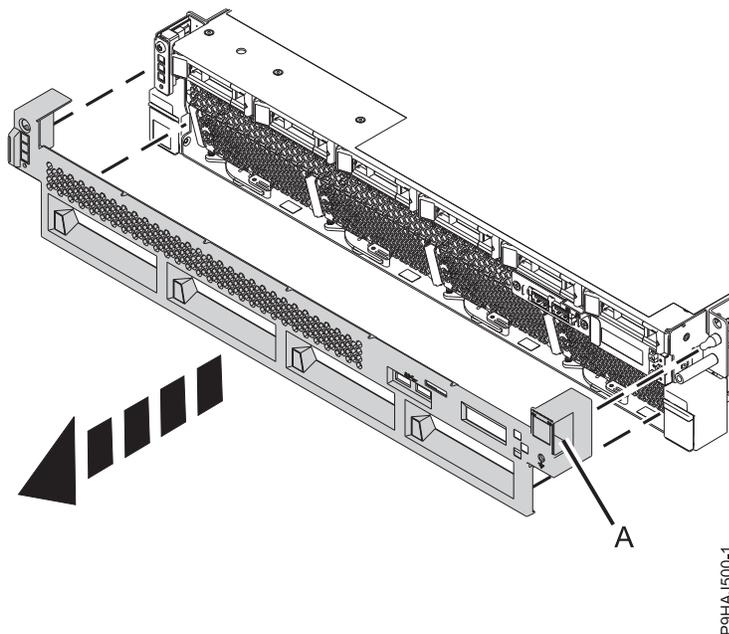

Figure 37. Retrait des capots avant
2. Retirez le capot avant en l'extrayant du système. Le capot est doté de renforcements (**A**) permettant de le tenir plus facilement. Voir la figure 37, à la page 61.